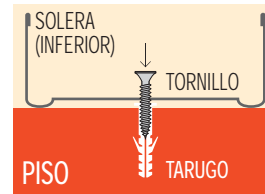
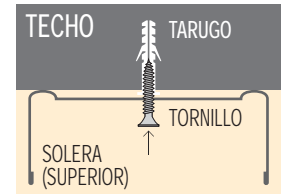

FIG. 1
FIG. 2
- 2 **COLOCACIÓN DE SOLERAS:** Se realiza la colocación de la solera inferior en la posición previamente marcada en el piso durante el replanteo (Fig. 1) y luego se coloca la solera superior a la altura de losa o de cielorraso (Fig. 2).